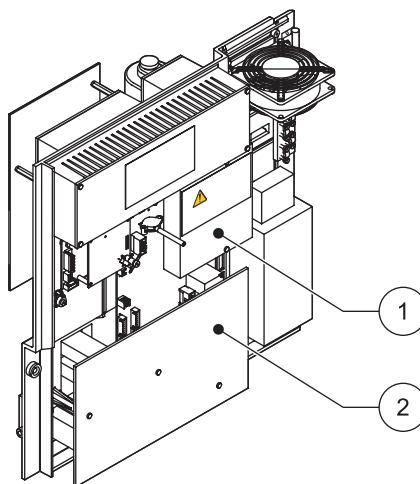

图 11 拆下防护罩
有关拆下防护罩的信息，请参见图 11。
3. 除去防护罩上的两枚螺钉并取下防护罩 (项目 1, 位于第 20 页上的图 11)。
6. 取下固定底部面板盖的三枚螺钉 (项目 2, 位于第 20 页上的图 11)。拆下面板。
3. 拆下防护罩（位于第 20 页上的图 11）。